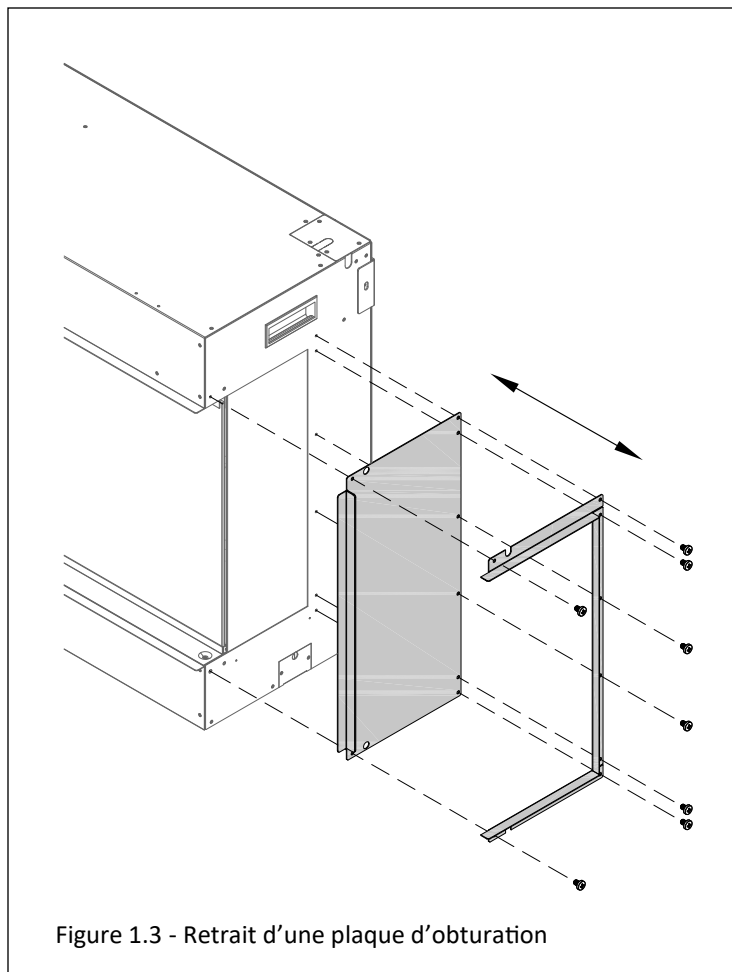

Figure 1.3 - Retrait d'une plaque d'obturation
2. Retirez et jetez la bordure de finition. La bordure de finition en forme de «C» que vous jetez (fournie avec cet appareil) sert à installer le foyer en coin ou avec façade à 3 côtés. Réinstallez la plaque d'obturation et les vis. Répétez cette étape de l'autre côté de l'appareil. Les plaques d'obturation sont munies de rebords permettant à l'encadrement d'affleurer à la face avant de l'appareil et d'aboutier (appuyer) les matériaux de finition aux rebords de 1/2 po (voir Figure 1.3).